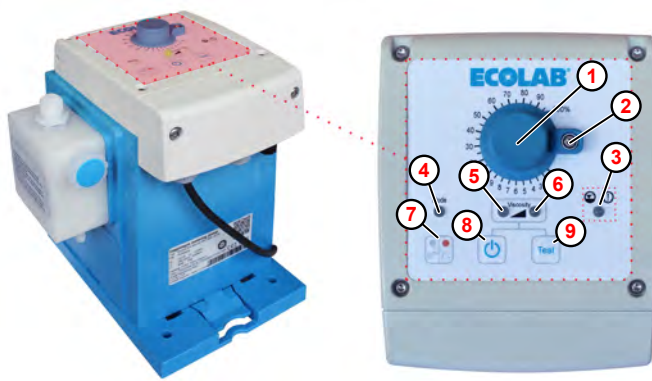

Abb. 15: Ein/Aus- Taste der „EcoUp“
1. Die Pumpe wird über den Ein/Aus- Taster ( Abb. 15 , ⑧ ) ein-, bzw. ausgeschaltet.
Je nach gewähltem Dosiermodus leuchtet oder blinkt entweder die linke LED ( Abb. 15 , ⑤ , Viscosity low) oder die rechte LED ( Abb. 15 , ⑥ , Viscosity high).
1. ▶ Beim ersten Einschalten ist die Pumpe auf Betriebsart manuell eingestellt, die LED Betriebsart ( Abb. 15 ,  ) ist aus. Die Pumpe läuft nach dem Einschalten sofort los, die LED Betriebsstatus / Dosiermodus  bzw.  leuchtet grün.